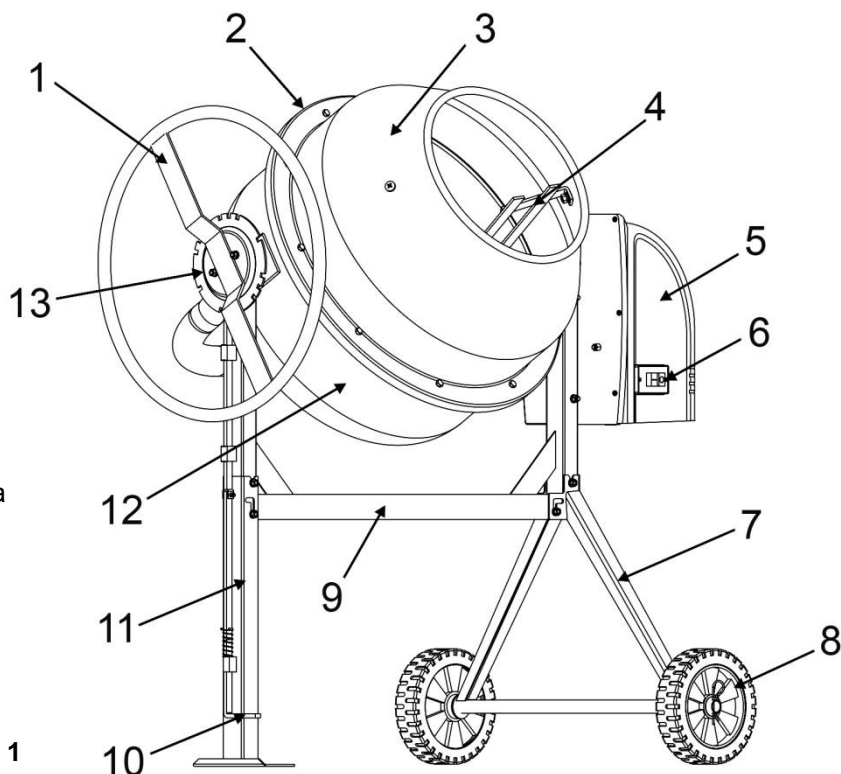
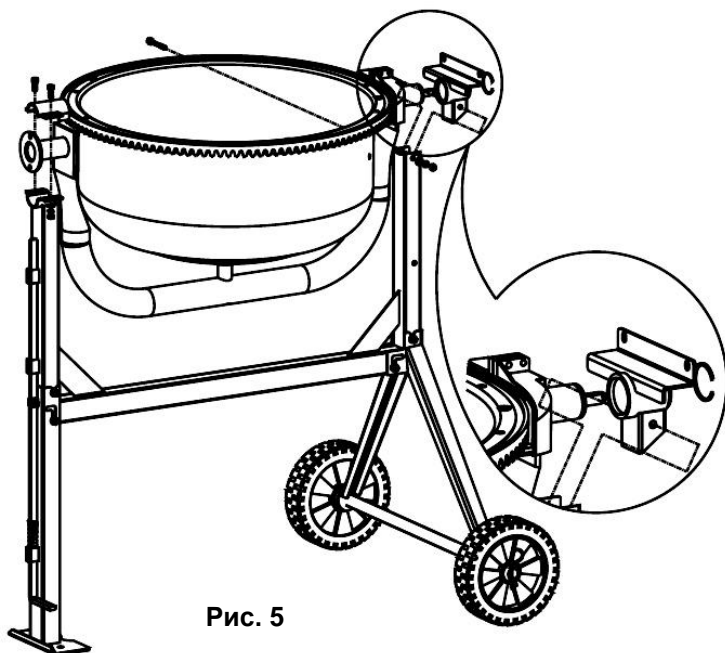

Рис. 1
Рис. 5
- Наденьте на ось колесной стойки (7)(См. Рис.1; 2) по колесу с каждой стороны.
- К несущей балке (9)(См. Рис.1) присоедините дополнительную опору.
- Вставьте внутрь педаль (10)(См. Рис. 1; 2) с пружиной.
- Соедините раму с колесной стойкой (7)(См. Рис.1; 4). Зафиксируйте ее положение винтами (M8x70). Крепко затяните винты.
- Установите опорную дугу вращения барабана на балку рамы. Зафиксируйте ее положение винтами M8x65 (См. Рис.5).
- Осторожно поместите нижний барабан (12)(См. Рис.1) на стойку, так чтобы подшипники попали в соответствующие пазы (См. Рис.5).
- Поместив верхний барабан (3)(См. Рис.1) на обод нижнего барабана (12)(См. Рис.1; 7), убедитесь в совпадении пазов и стрелок, а так же и свободном вращении лопастей внутри барабана.
- Установите колесо наклона (1)(См. Рис.1) на место крепления.
- Трансмиссия с электродвигателем закрыта защитным кожухом (5)(См. Рис.1; 9).
- Перед началом эксплуатации нового бетоносмесителя, или бетоносмесителя после продолжительного хранения, удостоверьтесь в правильном натяжении приводного ремня. Откройте крышку электродвигателя, открутив 6-ть винтов крепления кожуха (5)(См. Рис.1). Приводной ремень должен быть надет на шкив, прогиб ремня при нажатии на него пальцем в средней части должен быть в районе 0,5-1 см.
2. Нажмите на зеленую кнопку включения (6)(См. Рис.1), расположенную сбоку на защитном кожухе электродвигателя.
3. Для отключения – нажмите на красную кнопку (6)(См. Рис.1).
- Отключите электродвигатель бетоносмесителя, нажав красную кнопку выключателя (4)(См. Рис.1).